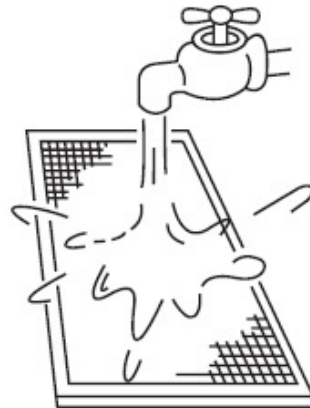

Fig.6-4
- *Partea prin care patrunde aerul trebuie sa fie cu fata in jos atunci cand folositi apa (vezi Fig. 6-4).*